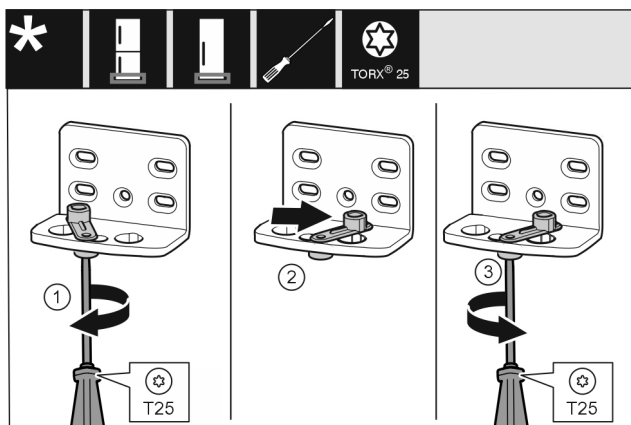

Fig. 15
- ▶ Lekko odkręcić śrubę przy pomocy śrubokręta T25. Fig. 15 (1)
- ▶ Unieść element ułatwiający zamykanie drzwi, a następnie obrócić w otworze w prawo o 90°. Fig. 15 (2)
- ▶ Śrubę przykręcić przy pomocy śrubokręta T25. Fig. 15 (3)